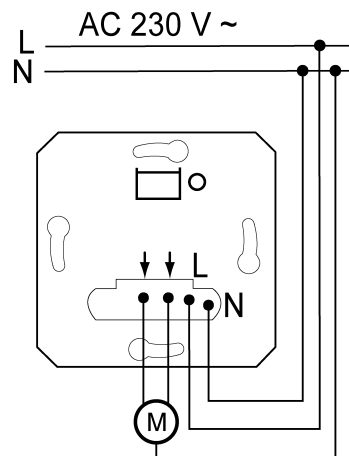
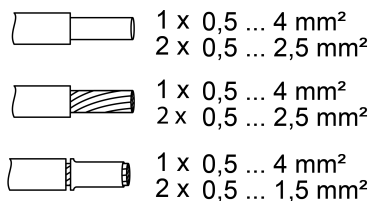

Bild 2: Anslutning Insats
Bild 3: Klämbär ledningsarea
- Anslut jalusiinsats enligt anslutningsschemat (Bild 2). Observera då de klämbära ledningsareorna (Bild 3).